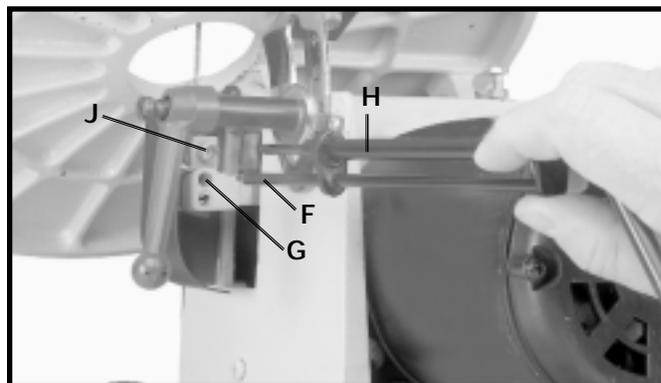
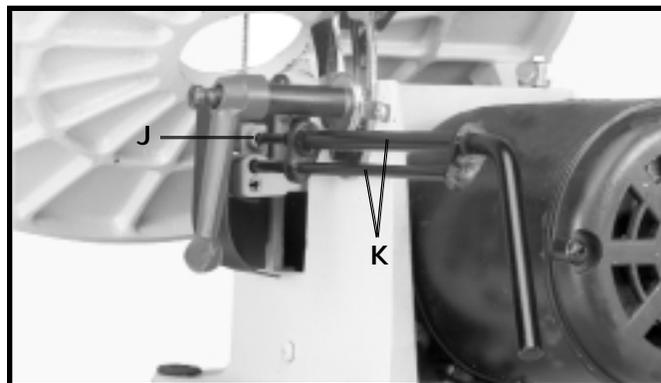

Fig. 24
Fig. 25
4. Introduisez l'extrémité longue (F) fig. 24 de la clé de changement rapide de la lame, dans le trou (G) du porte-lame inférieur. Ainsi la clé (H) s'aligne automatiquement avec la vis (J) du porte-lame.
5. La figure 25 montre la clé de changement rapide de la lame (K) logée dans l'ensemble du porte-lame inférieur. Tournez la clé dans le sens antihoraire pour desserrer la vis (J) fig. 24 et 25, et retirez la lame du porte-lame inférieur.